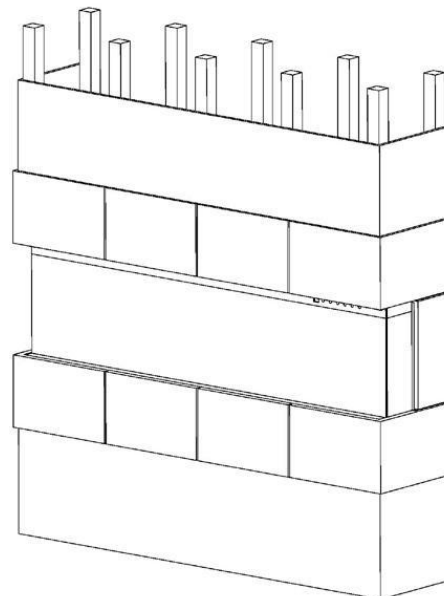

Fig.3-5
8. Dekorieren Sie das Sperrholz oder die Trockenbauwand mit glasierten Fliesen, Tapeten usw. Abb.3-5